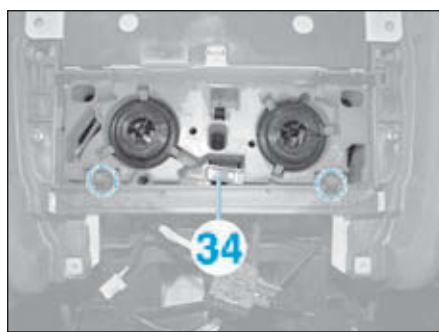

FIG.38
- Dégrafer et extraire le boîtier de commande de climatisation manuelle (34) (Fig.38).
- Dégrafer les câbles de commande et déposer le boîtier de commande de climatisation manuelle (34).